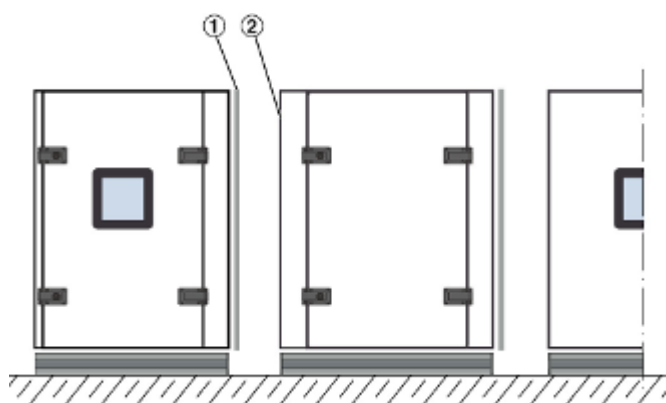

Fig. 12 : Jonctions sur les caissons de la centrale
1. ▶ Sur le lieu d'installation : Déplacez les unités d'enveloppe de la CTA aussi près que possible l'une de l'autre et en respectant la séquence d'assemblage correcte, Fig. 12 . Assurez-vous que tous les raccords (par exemple l'eau) sont du bon côté.
3. ▶ Les unités de caisson de la CTA qui doivent être jointes sont équipées de joints périphériques (Fig. 12 /1). Notez qu'une seule des deux unités de boîtier qui doivent être assemblées est munie d'un joint ; l'autre ne l'est pas (Fig. 12 /2).